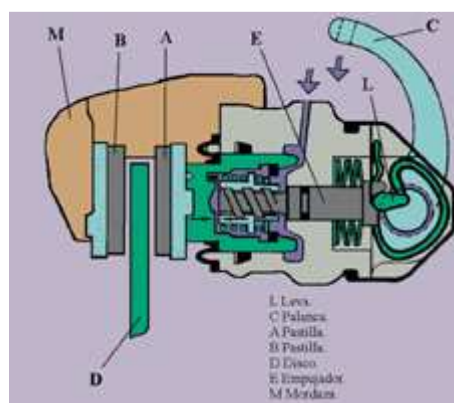

Fig. 13
**Si el sistema es de disco (fig. 13)**, el freno de mano o estacionamiento acciona de la forma siguiente: